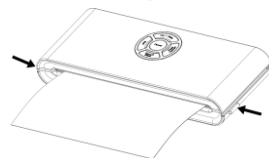

Рис. 5
6. Нажмите кнопки подъема крышки, чтобы извлечь пакет. Пакет готов для вакуумной упаковки. — *Рис. 5*